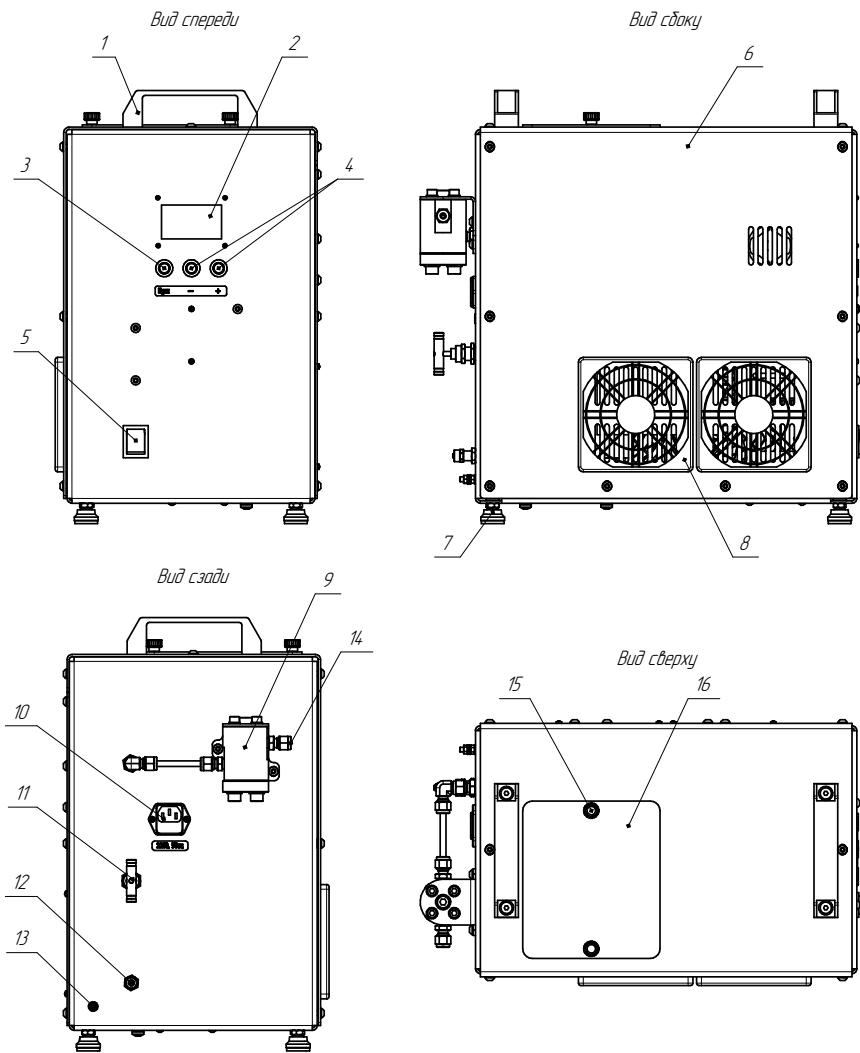
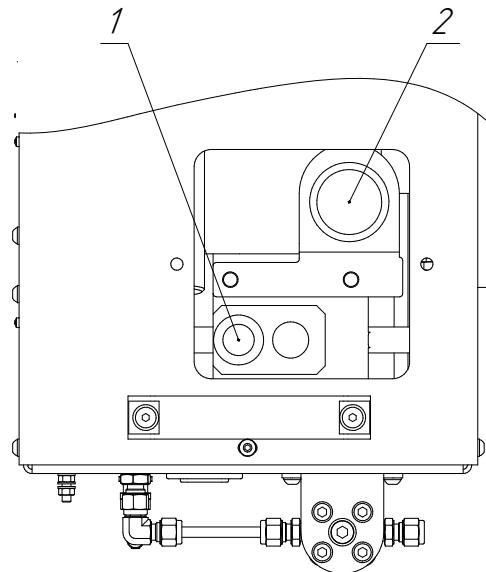

Рис.1. Компрессор К160
Рис.2 Вид сверху без люка
4.1 Внешний вид компрессора показан на Рис. 1.
6.3 Открутите винты люка 15 (рис.1), откройте люк 16, откройте заливную горловину 2 (рис.2) охлаждающей жидкости. Залейте охлаждающую жидкость до заполнения емкости.
6.5 Отожмите кнопку «Пуск/стоп» 3 (рис.1), если она нажата. Включите питание компрессора переключателем 5. Насос системы водяного охлаждения начнет работу, охлаждающая жидкость начнет уходить в систему охлаждения.
6.7 Закройте заливную горловину 2 (рис.2).
6.9 Закройте люк 16 (рис.1) и закрутите винты люка 15.
7.1 Перекройте вентиль сброса давления 11 (рис.1).
7.5 Нажмите кнопку «пуск/стоп» 3 (рис.1) для запуска компрессора. Повторное нажатие кнопки «пуск/стоп» 3 останавливает компрессор.
8.2.2 При загрязнении пылевых фильтров 8 (рис.1) – снять, очистить, установить их на место.
8.4.1 Открыть люк 15 (рис.1) на верхней панели.